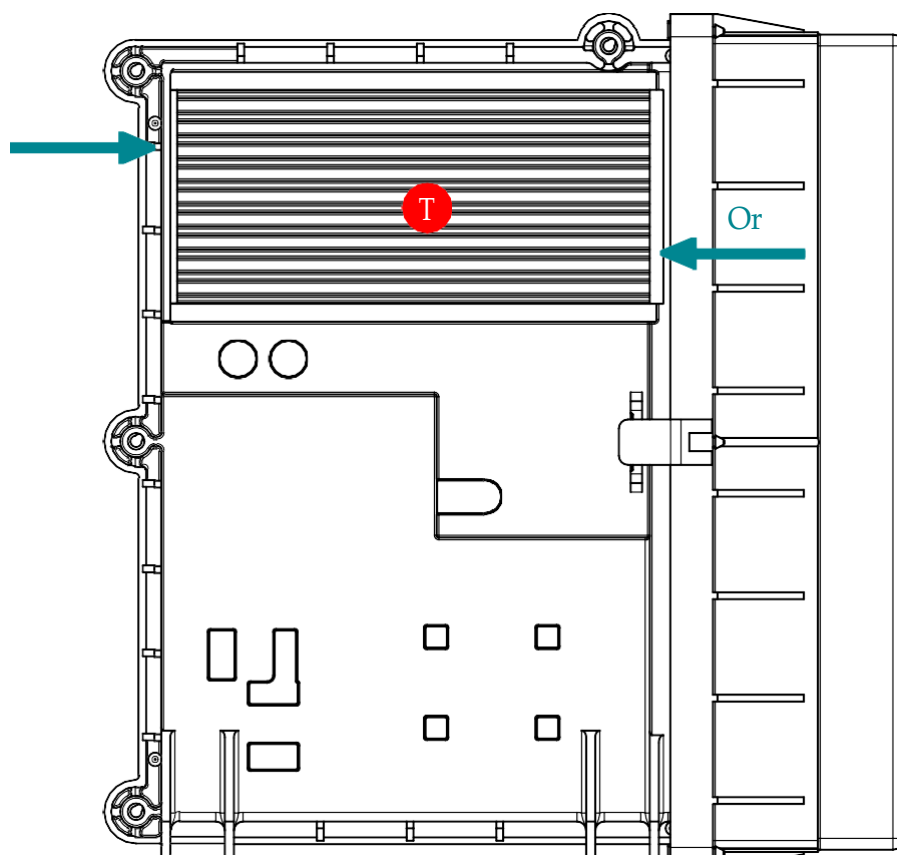

Figura 3.15: Direção do fluxo de ar do inversor
As direções aceitáveis do fluxo de ar no dissipador de calor do inversor são mostradas na Figura 3.15.
- Durante o desenvolvimento do sistema de refrigeração que aplicará o inversor CF05D, é recomendado medir a temperatura T indicada com um ponto vermelho na Figura 3.15. A temperatura nesse ponto nunca deve ser superior a 75° C, mesmo quando o inversor estiver trabalhando com alta potência e estiver sujeito a altas temperaturas ambientes.